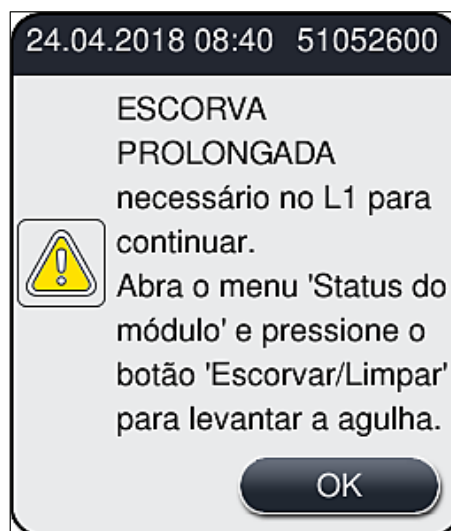

Fig. 99
2. Observe a mensagem de informações que aparece (→ Fig. 99) e confirme com o botão **OK**.